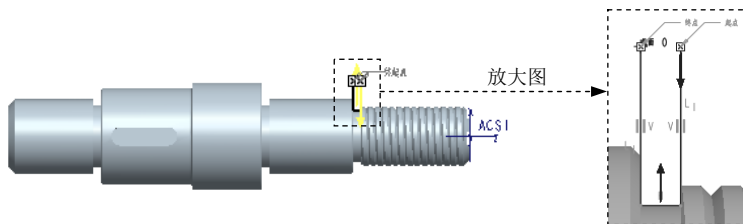

图 5.3.3 选择方向
Step2. 完成草绘后，单击“草绘”操控板中的“确定”按钮 ，返回到“车削轮廓”操控板，单击轮廓线上的箭头调整其方向，结果如图 5.3.3 所示。然后单击  按钮，完成车削轮廓的创建。